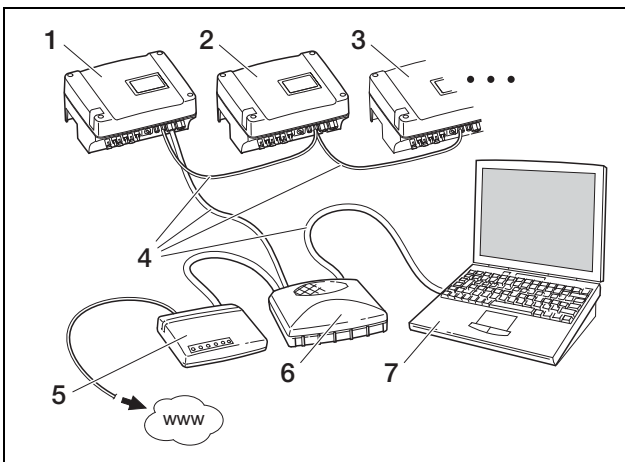

Abbildung 56: Netzwerkeinstellungen mit manueller Netzwerkkonfiguration bei externem DSL-Router, Subnetzmaske: 255.255.255.0, ☒ externer Router
- Oder Sie betreiben den Wechselrichter an einem DSL-Anschluss mit Router und wollen sich von außerhalb über den Router mit dem Wechselrichter verbinden (Abbildung 56).